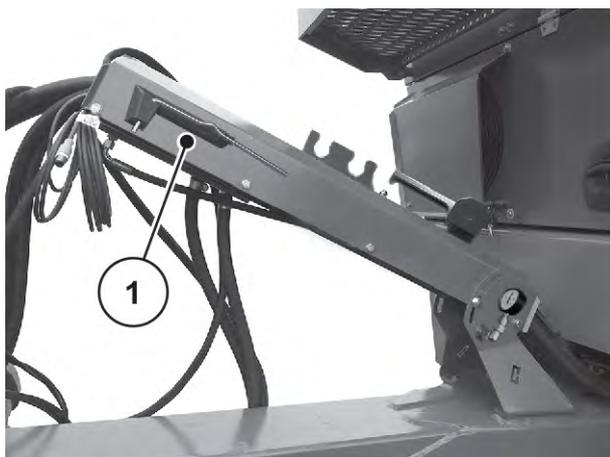

Fig. 67: Position du levier de réglage
- ▶ Replacer le levier de réglage dans le support prévu. Voir *Fig. 67 Position du levier de réglage*